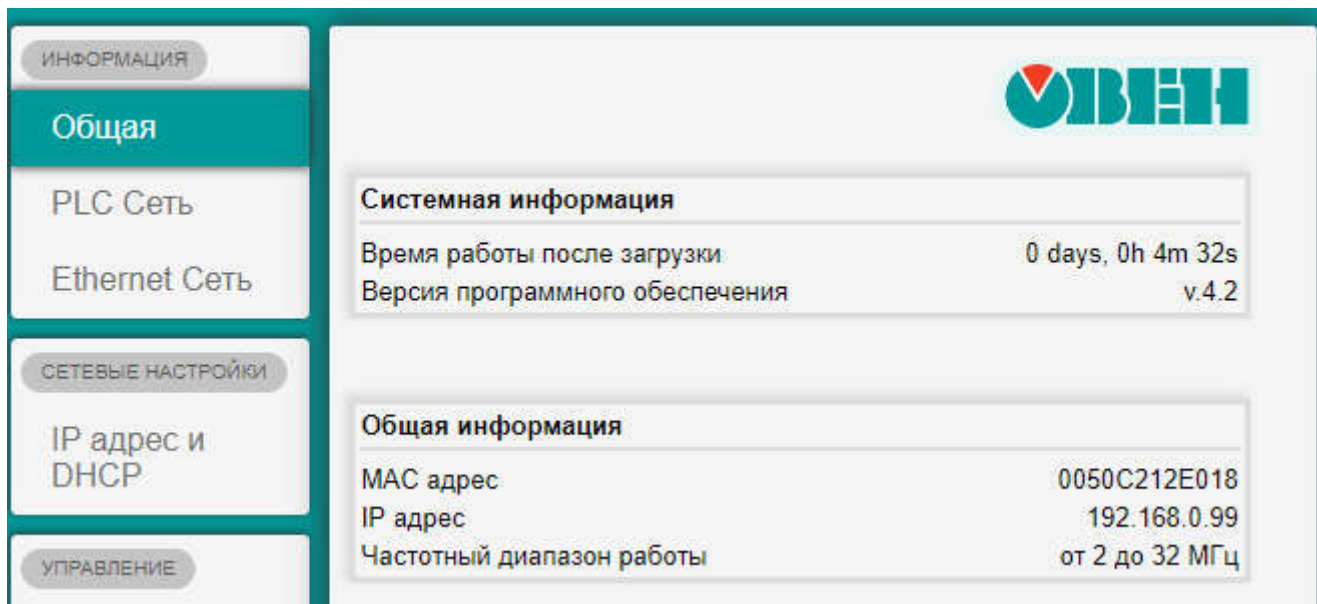

Рис.3
2.1. Вкладка «**Общая**» содержит системную информацию о времени работы после последнего старта и общую информацию о MAC-адресе, IP-адресе и текущем частотном диапазоне работы прибора (Рис.3).